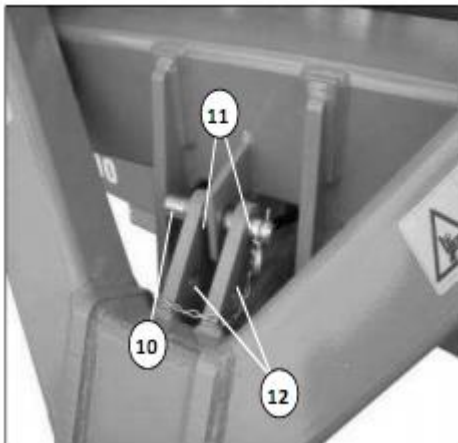
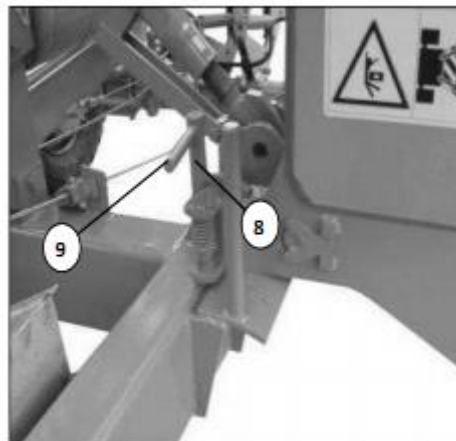

Рис. 5.11
Рис. 5.12
- Расстопорите и вытащите стопорные пальцы (10) из верхних отверстий (11) и переставьте их в нижние отверстия (12) – рис.5.11.
- Зафиксируйте стопорные пальцы (10) с помощью пружинного штекера.
- Чтобы разблокировать стопорные пальцы (8), наклоните их на 180°. Соответствующая рукоятка (9) будет направлена вперед – рис. 5.12.